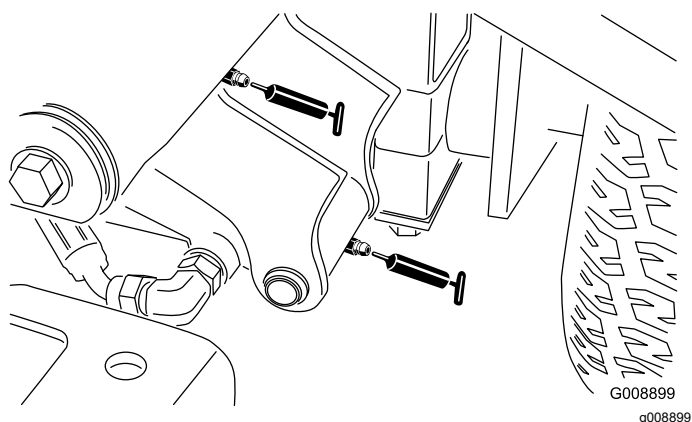

Figura 36
- Perno del braccio di sollevamento sinistro anteriore e cilindro di sollevamento (2) (Figura 36)